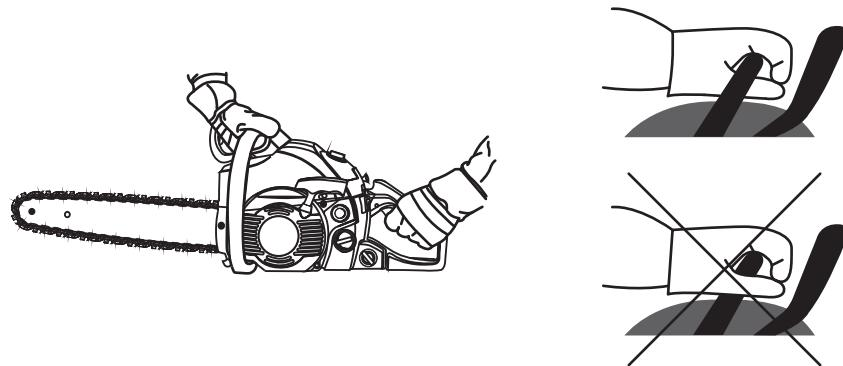

Рис. 5
- крепко удерживайте изделие двумя руками, как показано на рис. 5. Боковую рукоятку удерживайте, плотно обхватив пальцами.